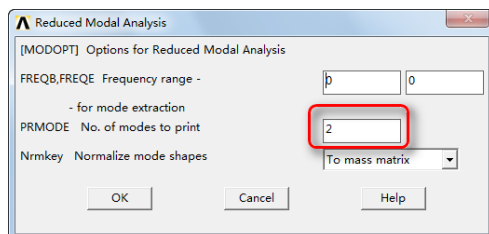

图 14-28 “Reduced Modal Analysis”对话框
③弹出 “Reduced Modal Analysis”对话框，在 “PRMODE” 文本框中输入 2，如图 14-28 所示，单击 “OK” 按钮。